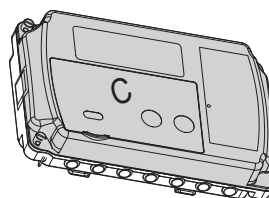

Fig. 5
9. Retire la tapa C de el calculador (Fig. 5)